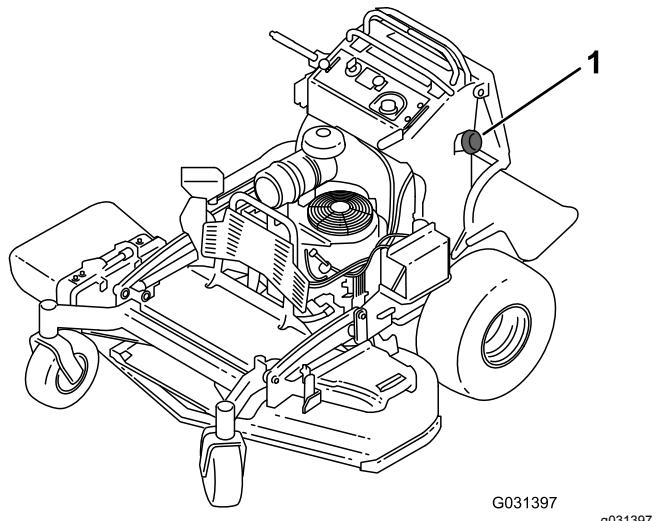

Figura 51
3. Limpe a zona em redor da tampa do depósito de combustível para impedir a entrada de detritos no depósito de combustível (Figura 51).